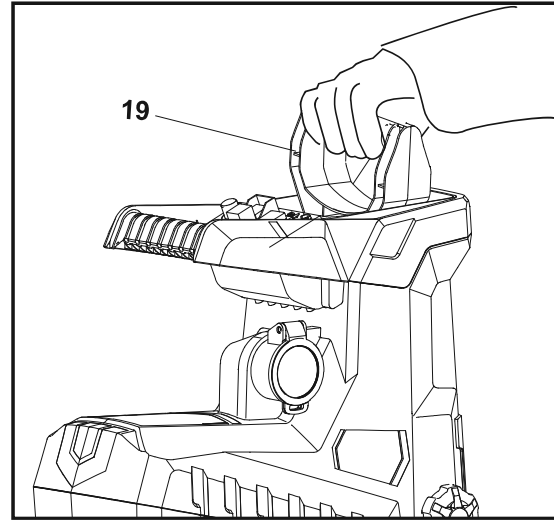

Fig. 12
5. Introduzca la baqueta (19) en el canal de alimentación (2) para empujar el material hacia las cuchillas de corte en caso necesario (Fig. 12).